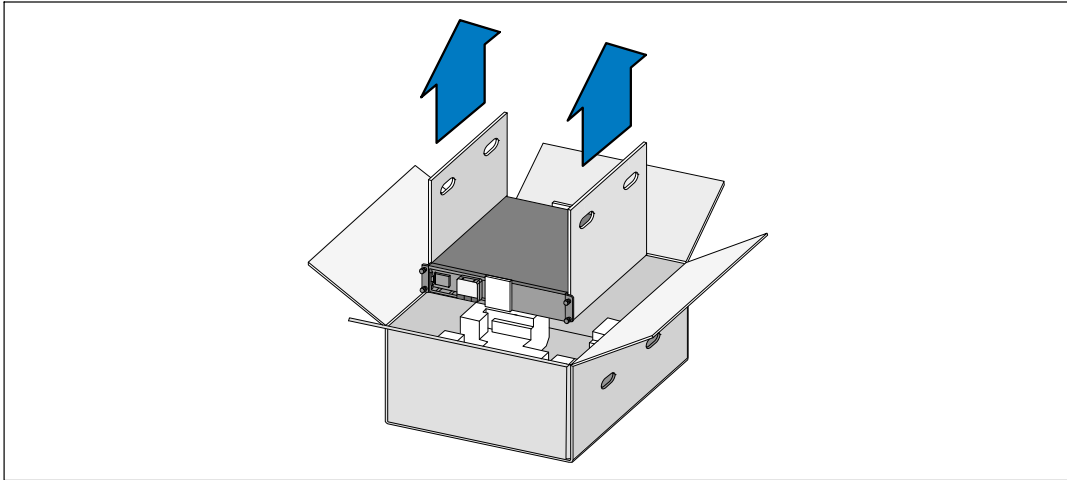

Abbildung 3. Heben des Gehäuses
- 2 Heben Sie das Gehäuse mit einer Person auf jeder Seite mit den Griffen am Karton vorsichtig aus dem äußeren Karton heraus, und setzen Sie es auf einer flachen, stabilen Unterlage ab (siehe Abbildung 3).